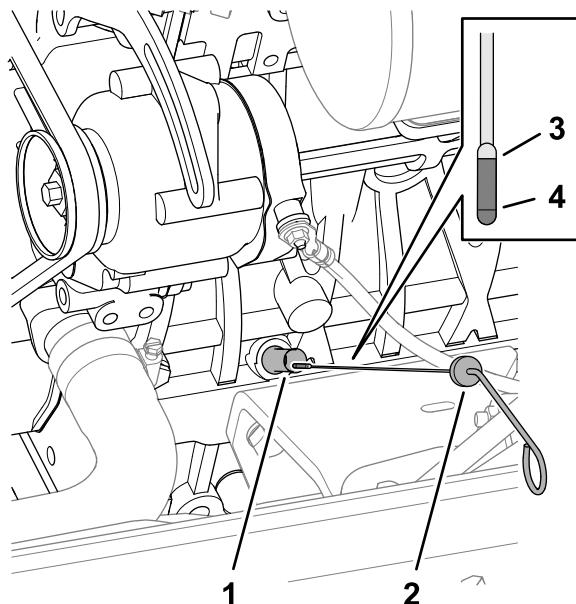

Figure 78
- Sur le côté droit du moteur, retirez la jauge de son tube (Figure 78) et essuyez-la sur un chiffon propre.